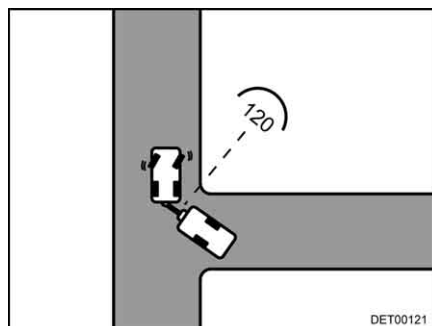

Bild 16 Anfahrt
- Sobald beide Fahrzeuge in einem Winkel von ca. 120° zueinander stehen, anhalten (Bild 16).